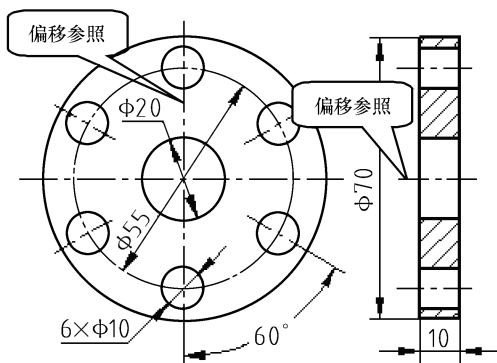

图 7-6 直径放置孔
- **【直径】**：选择一个放置参照作为钻孔表面，按住〈Ctrl〉键选择一根轴线和一个平面作为偏移参照，标注以偏移参照轴线到钻孔轴线距离为半径的圆直径，以及两轴线确定的平面和偏移参照平面夹角尺寸确定孔的位置。如图 7-6 所示，右下角直径为 10mm 的通孔，其偏移参照分别为直径为 70mm 的圆柱轴线和左右对称面。